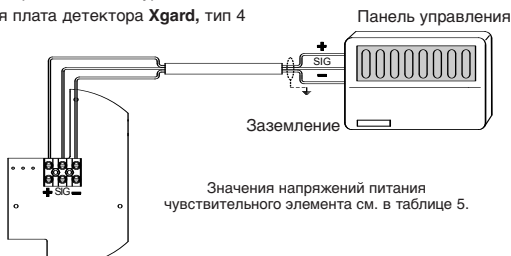

Рис. 11. Электрические соединения детектора Xgard, тип 4
2. Проверить правильность выполнения электрических соединений согласно рис. 11.